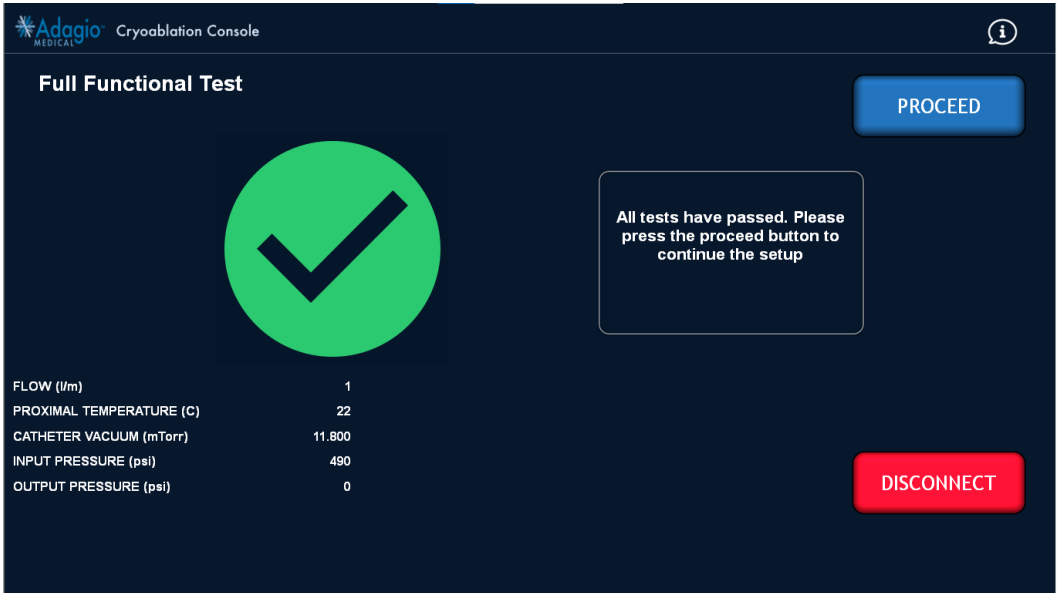

Figure 94 – Écran du test de fonctionnement intégral terminé
11. Une fois Full Functional Test (Test de fonctionnement intégral) terminé (Figure 94), appuyer sur le bouton « PROCEED » (POURSUIVRE) pour sortir du mode de test de fonctionnement intégral.